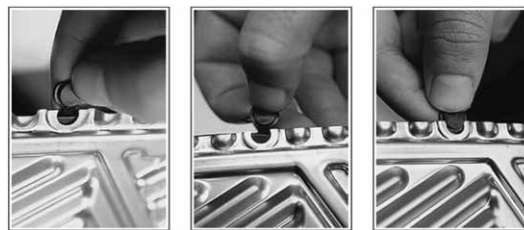

Рис.7
- Прижмите уплотнитель к пластине (Рис. 6), при этом убедитесь, что каналы для определения утечек ("А") находятся в правильном положении и проверьте, чтобы петли Plug-In® цеплялись специальными зажимами (Рис. 7). Убедитесь, что уплотнитель надежно установлен в зажим, затем переверните пластину, чтобы еще раз убедиться в правильном положении петель Plug-In®.